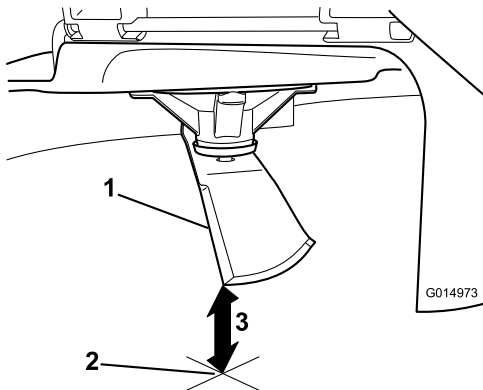

Figure 78
3. Mesurez la distance entre la pointe de la lame et la surface plane (Figure 78).